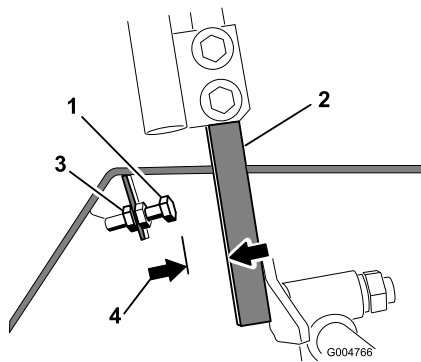

Figure 66
4. Desserrez l'écrou de blocage sur le boulon d'arrêt de l'un des leviers de commande (Figure 66).